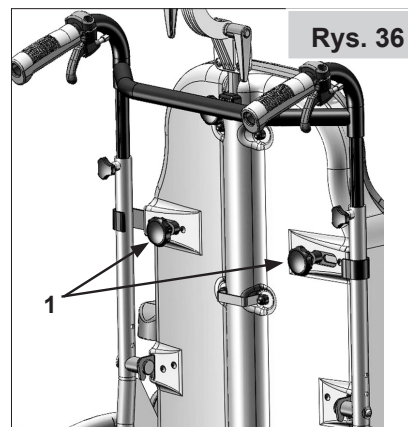

Rys. 35
Poluzowanie śruby (1) umożliwia regulację wysokości blokady odwodzenia, a poluzowanie śruby (2) umożliwia regulację jej głębokości lub zdjęcie jej (Rys. 35).